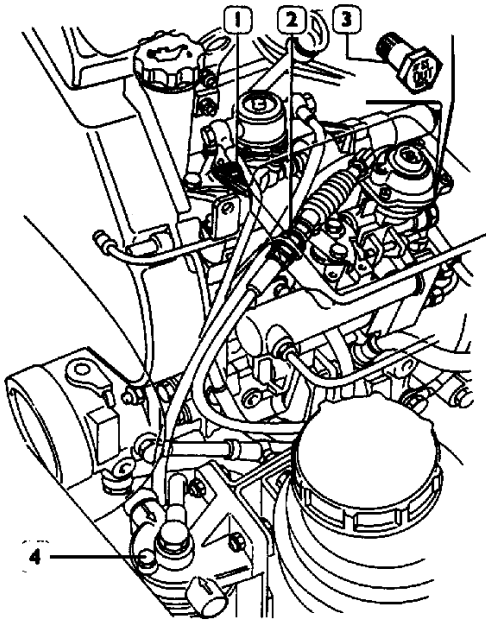

Figura 202
- Los tirantes de comando de la bomba inyectora permiten el recorrido angular completo en ambos sentidos de la palanca de comando del acelerador. Si es necesario, efectuar la regulación actuando en las tuercas (1 y 2 de la figura 202).